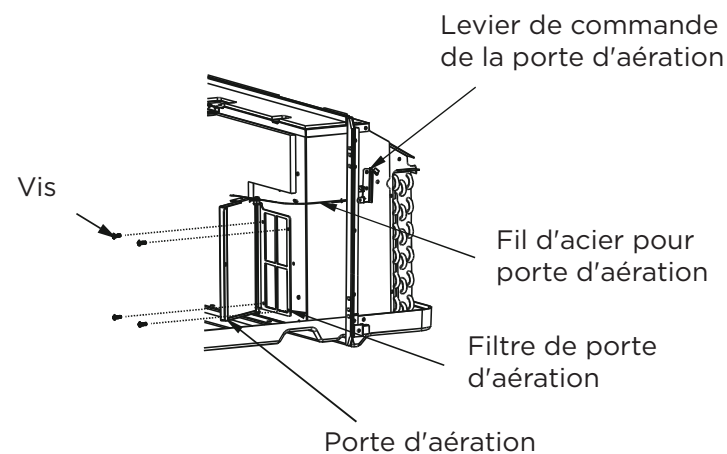

Fig. 15
- Tournez le levier de commande d'aération pour ouvrir la porte d'aération. (Voir. Fig.15)
- Retirez les quatre vis du filtre de la porte de l'évent. (Voir. Fig. 15)
- Retirez d'abord le fil d'acier de la porte de l'évent du trou de la porte de l'évent, puis retirez la porte de l'évent et le filtre. (Voir. Fig. 15)